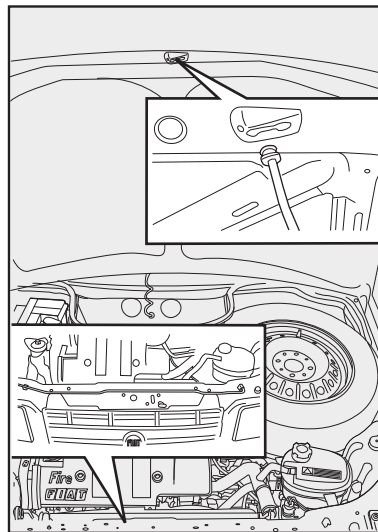

fig. 68
- 3) levantar o capô segurando-o pela parte central e, simultaneamente, soltar a vareta de suporte **fig. 68** do seu dispositivo de bloqueio;
- 4) introduzir a extremidade da vareta na abertura do capô do motor **fig. 68**.
1) manter levantado o capô com uma mão e, com a outra, tirar a vareta **fig. 68** da abertura e repô-la no seu dispositivo de bloqueio;